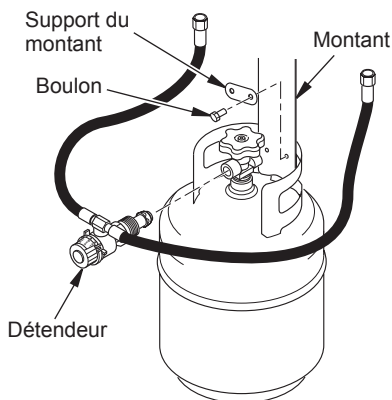

Figure 5 - Fixation du montant et du détendeur au réservoir de propane ou de GPL
5. **Modèles à 30 000 Btu uniquement** Fixez l'appareil de chauffage à la plaque de protection de la bouteille de propane ou de GPL en plaçant le montant à l'intérieur de la plaque et en passant les boulons dans les deux trous de la plaque (voir figure 5). Serrez le support du montant en place avec les écrous à oreilles fournis.